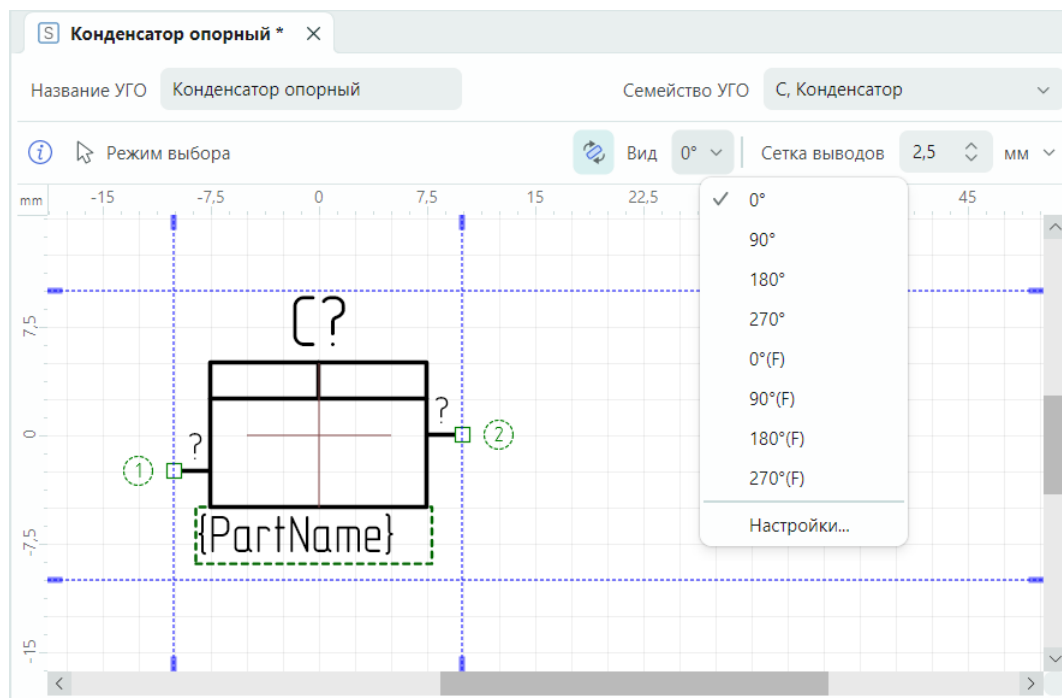

Рис. 47 Настройка отображения графики УГО и атрибутов при его повороте
7. Настройте отображение графики при повороте УГО, см. Рис. 47.